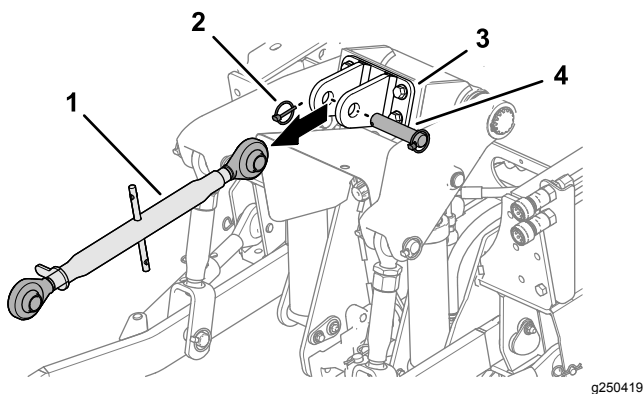

Figura 19
3. Se montati, rimuovete acciarino, perno con testa e attacco superiore a 3 punti dalla staffa dell'attacco superiore (Figura 19).